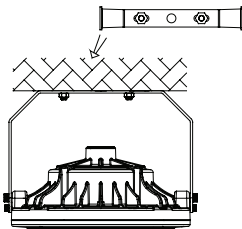

Figure 4
4. Finally tighten the nut of the screws (Figure 4).
4. Enfin, serrez l'écrou des vis (Figure 4).